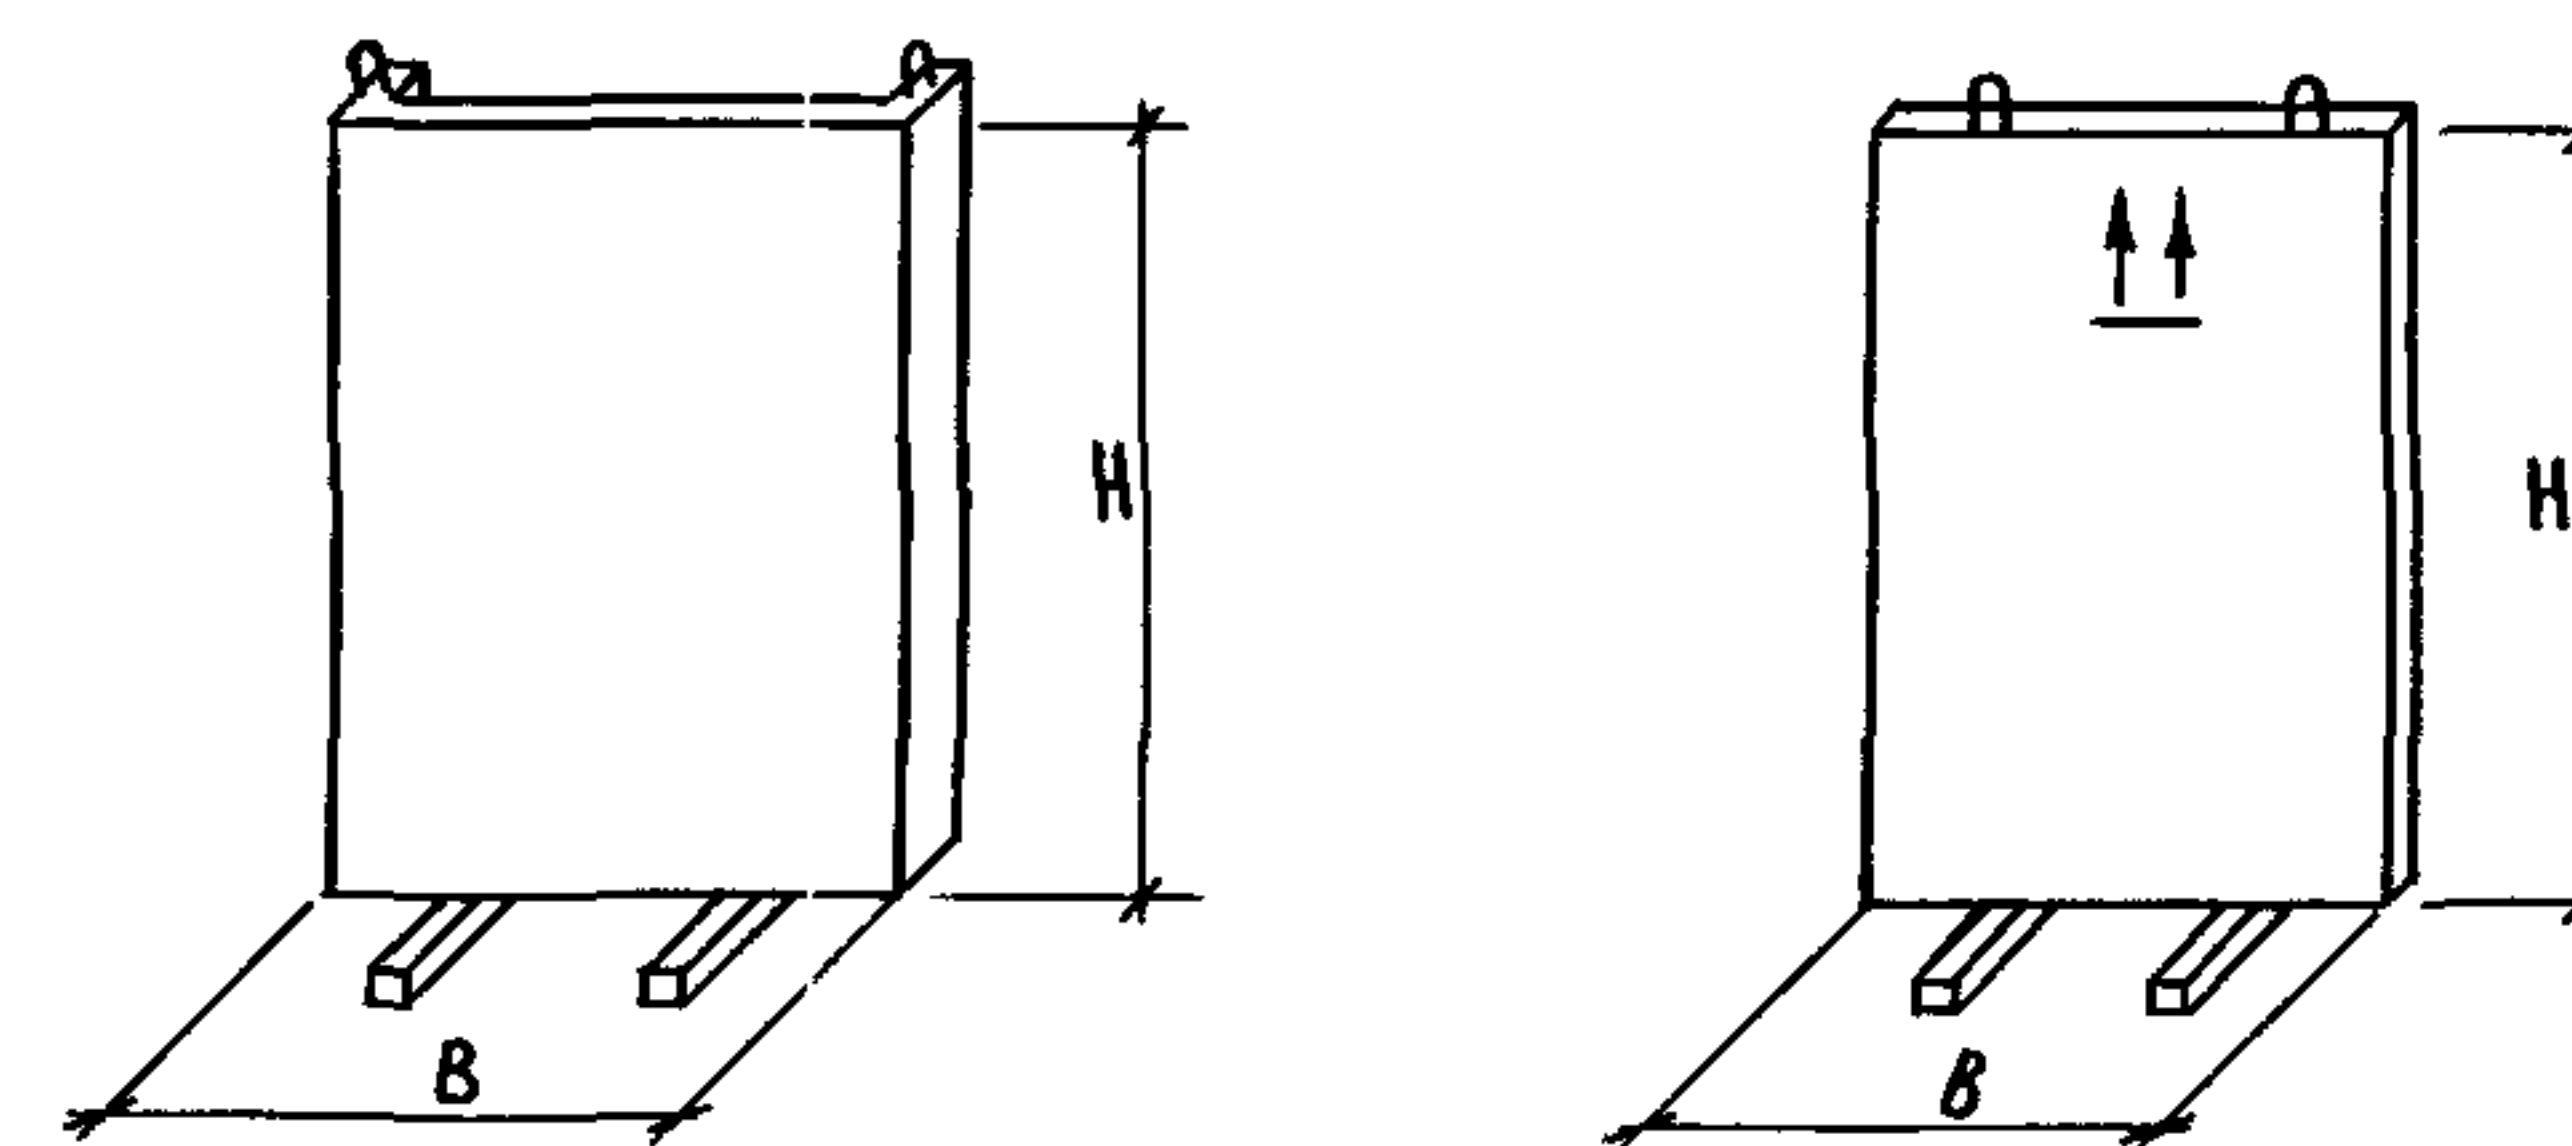
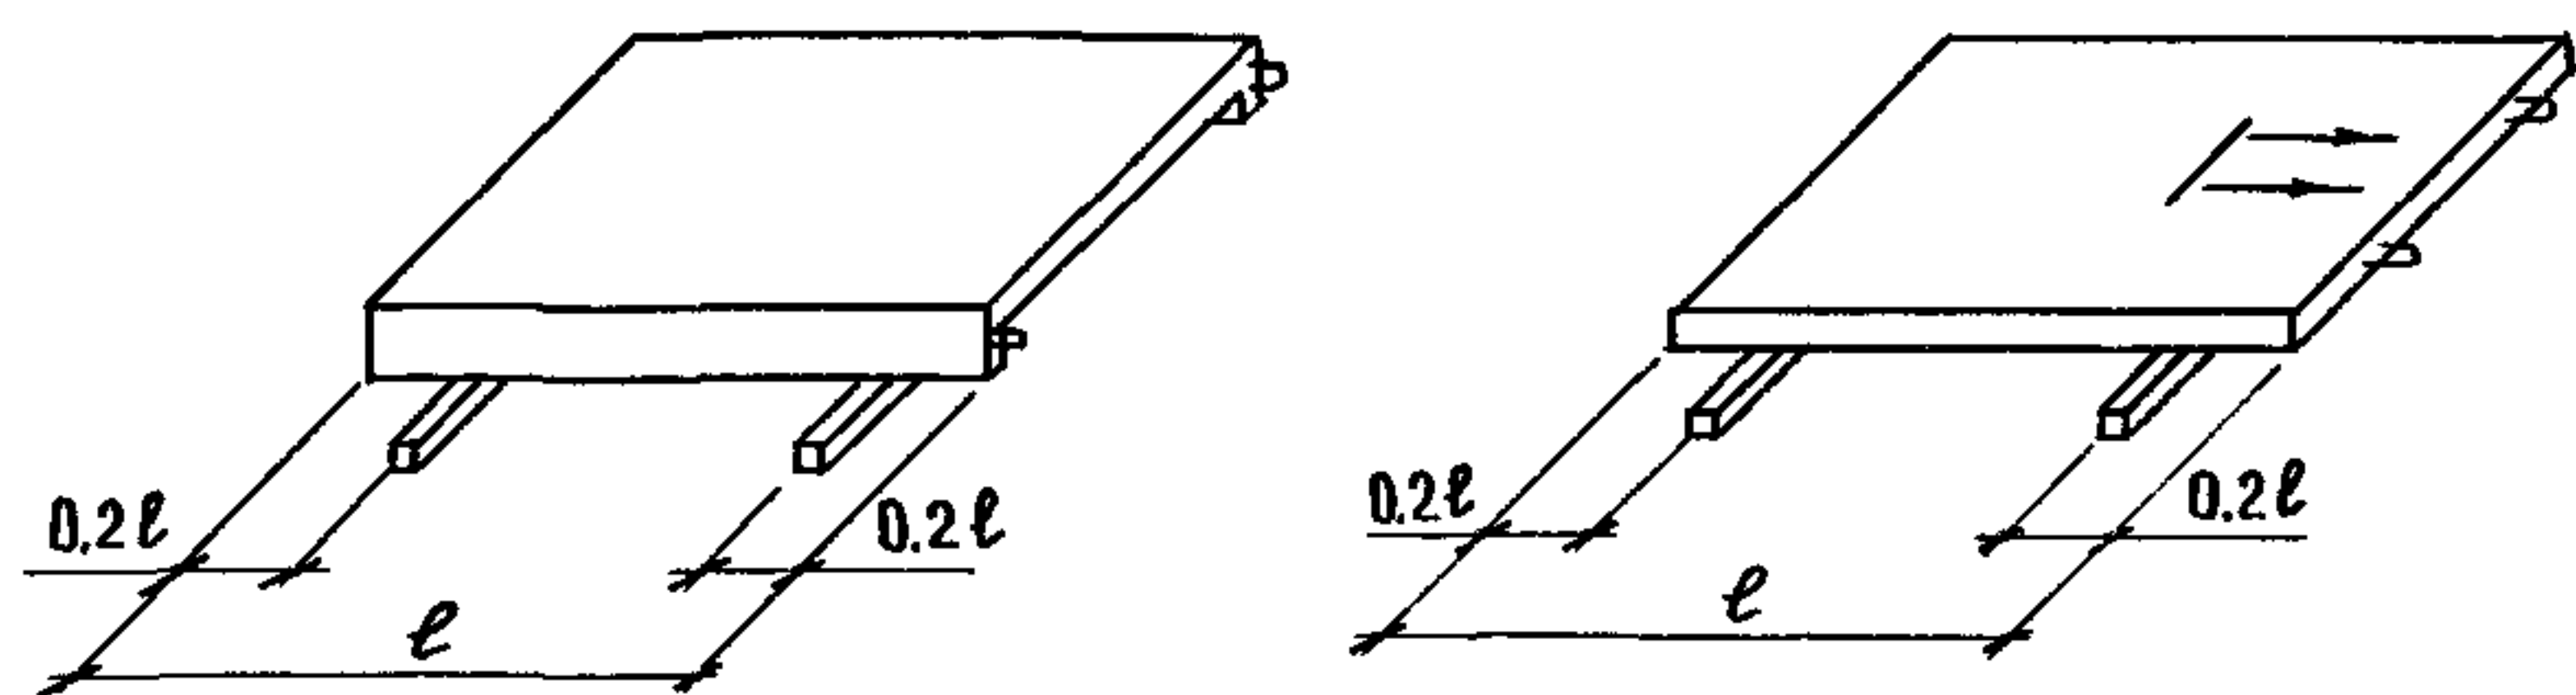

Рис. 8
Рис. 9
6.6. Панели шахт могут храниться на складе в кассетах в рабочем (вертикальном) положении с опиранием на деревянные прокладки (рис. 8). Возможно их складирование в горизонтальном положении (рис. 9).